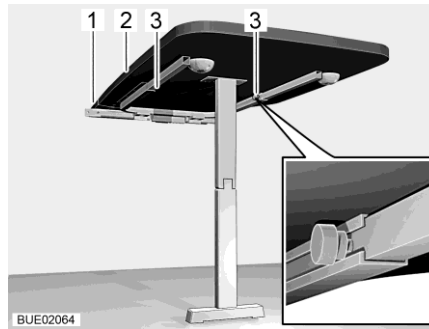

Fig. 137 Table suspendue avec un pied d'appui à joint
- Desserrer deux vis moletées (Fig. 137,3).
- Soulever légèrement le plateau de table (Fig. 137,2) à l'avant et le dégager jusqu'à la butée. La rallonge de table est maintenant complètement sortie.
- Insérer la rallonge du plateau de table (Fig. 137,1) dans la rallonge de table.
- Soulever légèrement le plateau de table (Fig. 137,2) à l'avant et le retirer.
- Retirer la rallonge du plateau de table (Fig. 137,1) et la mettre en sûreté.